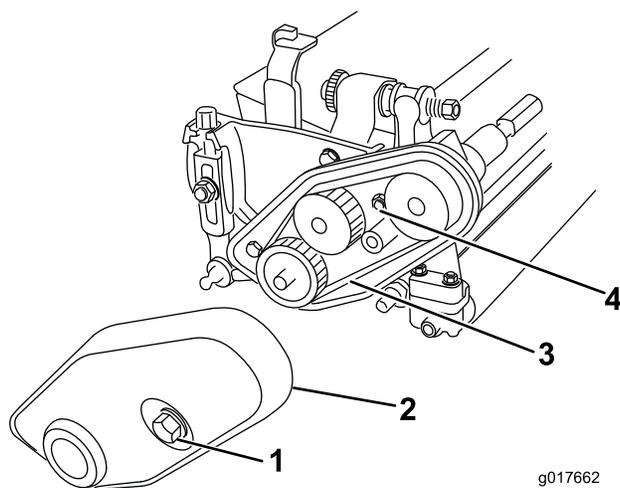

図 6
1. ベルトカバーをカッティングユニットに固定しているキャプティブ組み込みボルトをゆるめてカバーを取り外す 図 6。
2. ベルト張りナットをゆるめてベルトを外す 図 6。